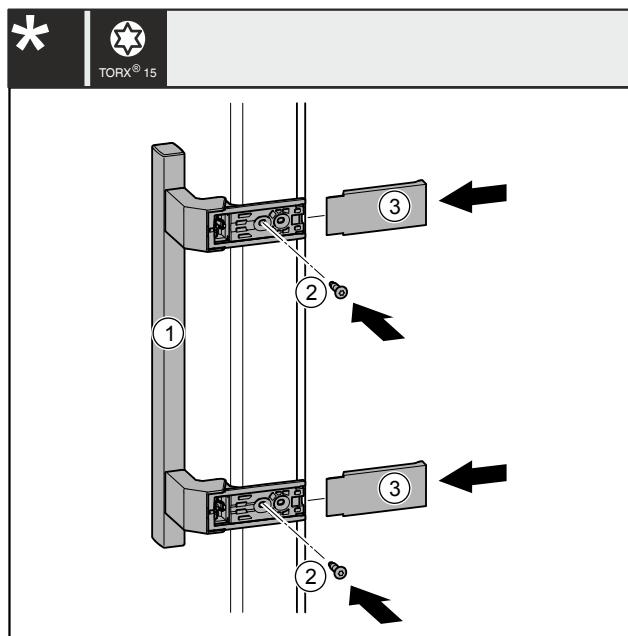

Fig. 36
- Griff Fig. 36 (1) auf der Gegenseite ansetzen.
- Schrauben Fig. 36 (2) mit Schraubendreher festschrauben.
- Abdeckungen Fig. 36 (3) seitlich ansetzen und aufschieben, so dass sie einrasten.